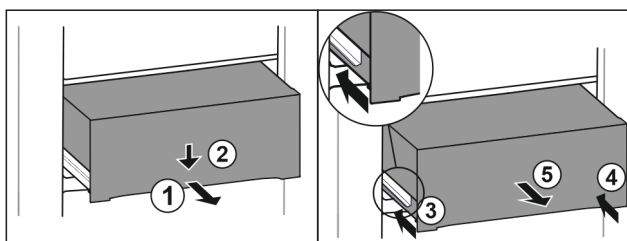

Fig. 94
- ▶ Predal izvlecite do polovice. Fig. 94 (1)
- ▶ Predal na sprednji strani potisnite navzdol. Fig. 94 (2)
- ▶ Levo vodilo potisnite približno 2 cm noter. Fig. 94 (3)
- ▶ Desno vodilo potisnite približno 2 cm noter. Fig. 94 (4)
- ▶ Predal vzemite ven v smeri naprej. Fig. 94 (5)